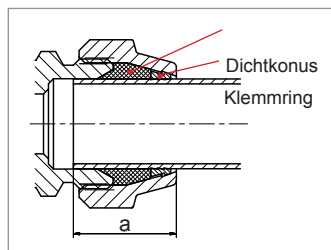

Abb. 2: Abmessung 18 x 1
- Bei der Größe 18 x 1 sind Dichtkonus und Klemmring nicht miteinander verbunden. Beim Einlegen des Dichtkonus die Ausrichtung beachten (siehe Abb.2).